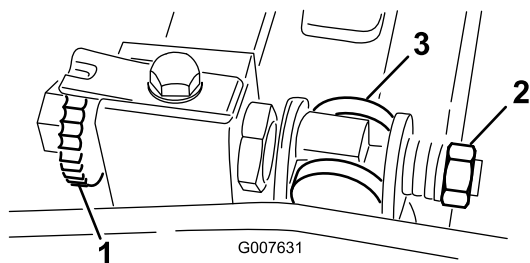

Bild 55
1. Drehen Sie die Einstellschraube des Untermesserträgers nach links, um den Abstand zwischen Untermesser und Spindel zu vergrößern (Bild 55).
2. Drehen Sie die Federspannungsmutter so weit hinaus, bis die Scheibe nicht mehr gegen den Untermesserträger angespannt ist (Bild 55).